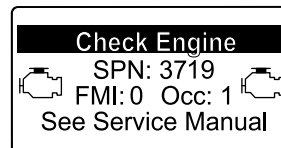

Figura 55
- Se è necessaria una rigenerazione di recupero, viene visualizzata un'avvertenza motore nell'InfoCenter SPN 3719, FMI 16 (Figura 55) e il computer riduce la potenza del motore all'85%.